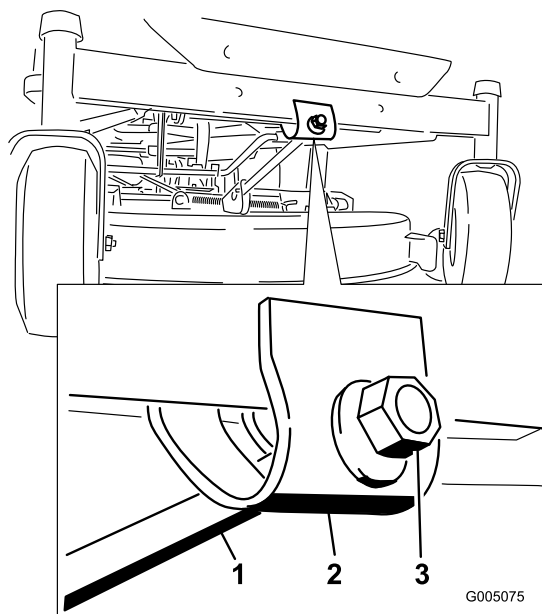

Figure 43
- Pour régler l'inclinaison avant/arrière des lames, tournez l'écrou de réglage à l'avant du plateau de coupe (Figure 43).